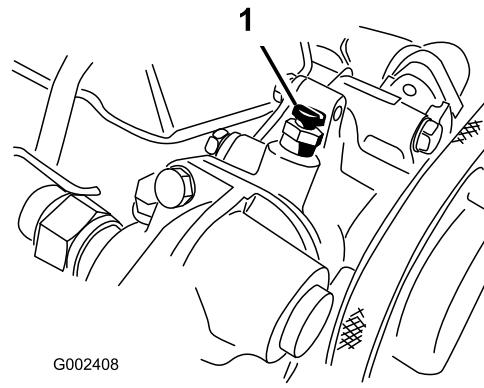

Bild 66
6. Öffnen Sie die Entlüftungsschraube oben an der Wasserpumpe (Bild 66).